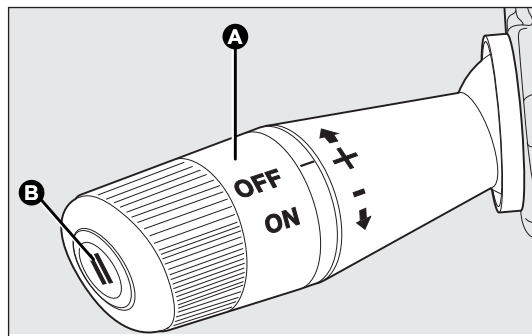

fig. 48
Gire la corona A-fig. 48 a la posición ON.
- ☐ gire la corona A-fig. 48 a ON y, pisando el pedal del acelerador, lleve el vehículo a la velocidad deseada;
- ☐ pulse el botón B-fig. 48.
- ☐ pulsando el botón B – fig.48 cuando el dispositivo está regulando la velocidad (para versiones/países donde está previsto);
- ☐ pisando el pedal del acelerador; en este caso el sistema no se desactiva sino que la demanda de aceleración tiene precedencia en el sistema; el cruise control permanece activado sin necesidad de pulsar el botón B-fig. 48 para volver a las condiciones anteriores una vez concluida la aceleración.